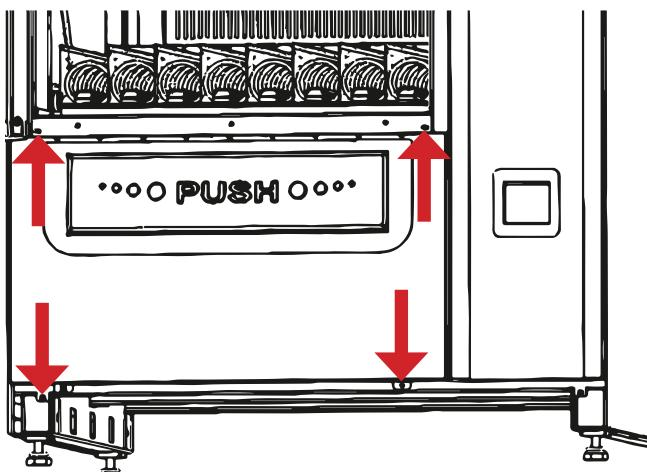

Рисунок 32 - Крепления лотка выдачи
- установите на место кожух (см.рис.32, поз.3) и закрепите его винтами (см.рис.33, поз.2);
- установите лоток выдачи на место, затянув нижние и верхние крепёжные винты (см.рис.32);